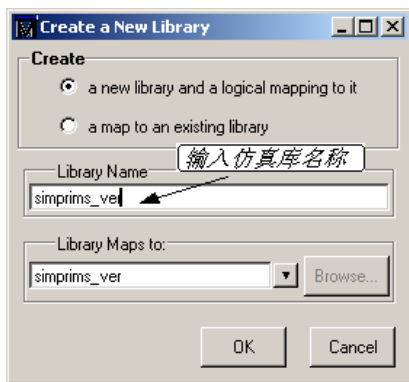

图3-20 创建一个新的仿真库
3. 在主窗口中选择【File】/【New】/【Library】命令，弹出【Create a New Library】窗口，如图 3-20 所示。将【Create】选项设置为【a new library and a logical mapping to it】，在【Library Name】栏中输入“`simprims_ver`”，同时软件在【Library Maps to】栏中自动输入“`simprims_ver`”，单击 **OK** 按钮保存。这一个操作过程实质上相当于在 ModelSim 主窗口的脚本区域中输入了 `vlib simprims_ver` 和 `vmap simprims_ver simprims_ver` 两个命令。